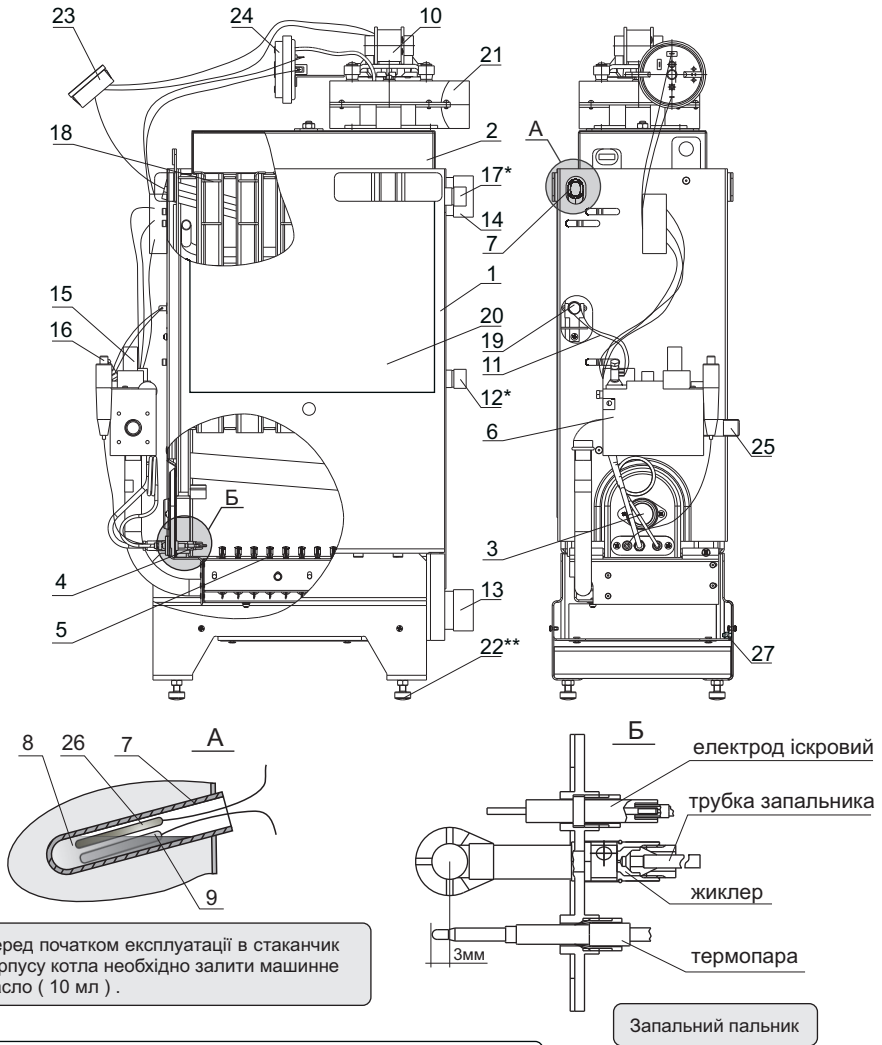

Рис. 2. Схема конструкції котла "Житомир Турбо"
6.14. При підключенні необхідно передбачити систему допоміжного вирівнювання потенціалів шляхом заземлення виробу (див. Рис. 2, поз 27).
Перед запуском котла необхідно перевірити наявність машинної оливи (10мл) в стаканчику корпусу котла (рис.2)!